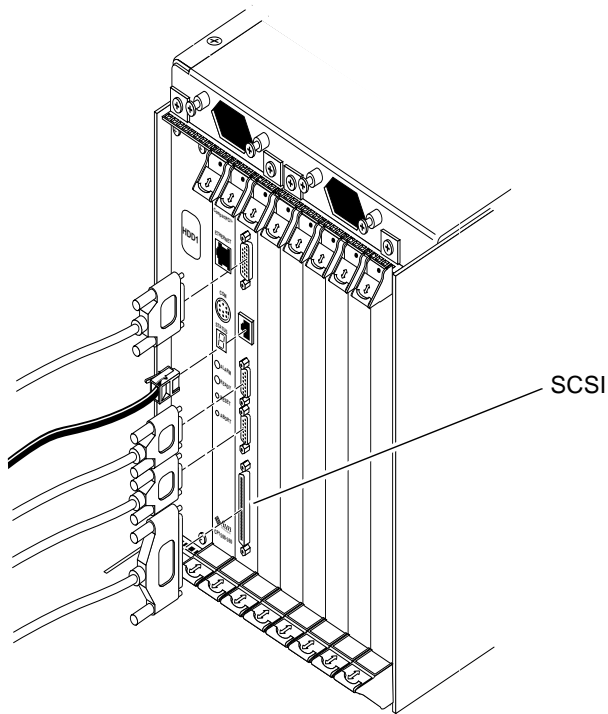

図 5-42 CPU 前面切り替えカード上の SCSI ポートの位置 (Netra ct 800 サーバー)
- 前面操作モデルの Netra ct 800 サーバーの場合、SCSI ポートは、CPU カードの隣に取り付けられた CPU 前面切り替えカードに配置されます (図 5-42)。
- 外部 SCSI デバイスを Netra ct 800 サーバーの CPU 前面切り替えカードに接続している場合、SCSI ケーブルを CPU 前面切り替えカードの SCSI ポートに接続します (図 5-42)。